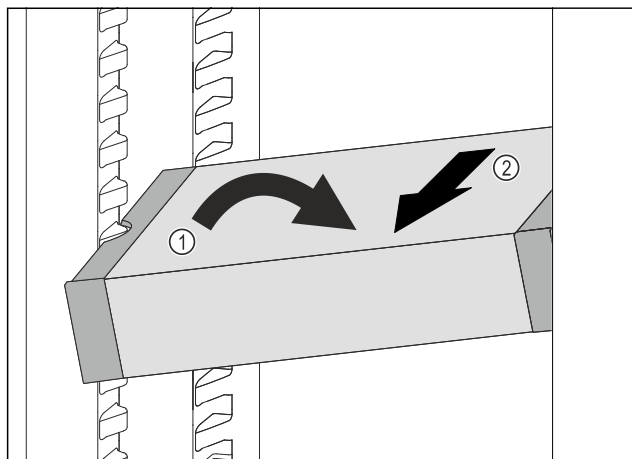

Fig. 66
- ▶ Poziționați oblic VarioSafe în frigider. Fig. 66 (1)
- ▶ Extrageți VarioSafe spre înainte. Fig. 66 (2)